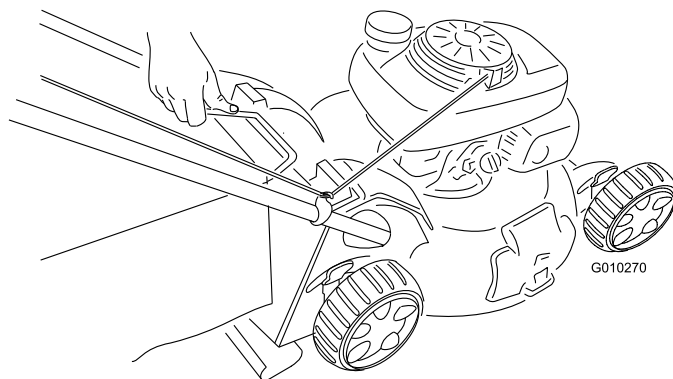

Figura 29
2. Sollevate la maniglia del cesto di raccolta estraendola dalle scanalature presenti sulla parte superiore del tosaerba e staccare il cesto dalla macchina (Figura 29).